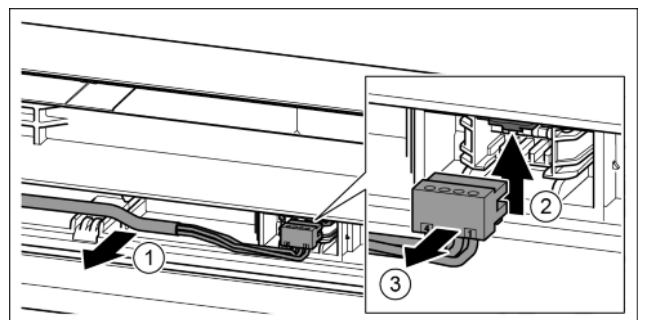

Fig. 21
- ▶ Graues Kabel vorsichtig aus der Führung in der Tür lösen. *Fig. 21 (1)*
- ▶ Lasche nach oben drücken. *Fig. 21 (2)*
- ▶ Stecker vorsichtig herausziehen. *Fig. 21 (3)*